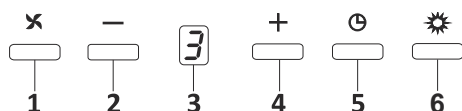

Fig. 17: Pulsante 3 Spd Dig
1. ➤ Premere questo tasto per accendere il prodotto.Fig. 17
2. ➤ Premere questo pulsante per ridurre la velocità del motore.Fig. 17
3. ➤ Dig display (display digitale) È possibile seguire la velocità in cui il prodotto è attualmente in funzione su questo display.Fig. 17
4. ➤ Premere questo pulsante per aumentare la velocità del motore.Fig. 17
5. ➤ Quando il tasto timer viene premuto, viene attivata una funzione timer di 15-minuti; il display emette un segnale quando parte il timer e il motore si arresta automaticamente dopo 15 minuti.Fig. 17
6. ➤ Premere il pulsante per accendere e spegnere la lampada.Fig. 17